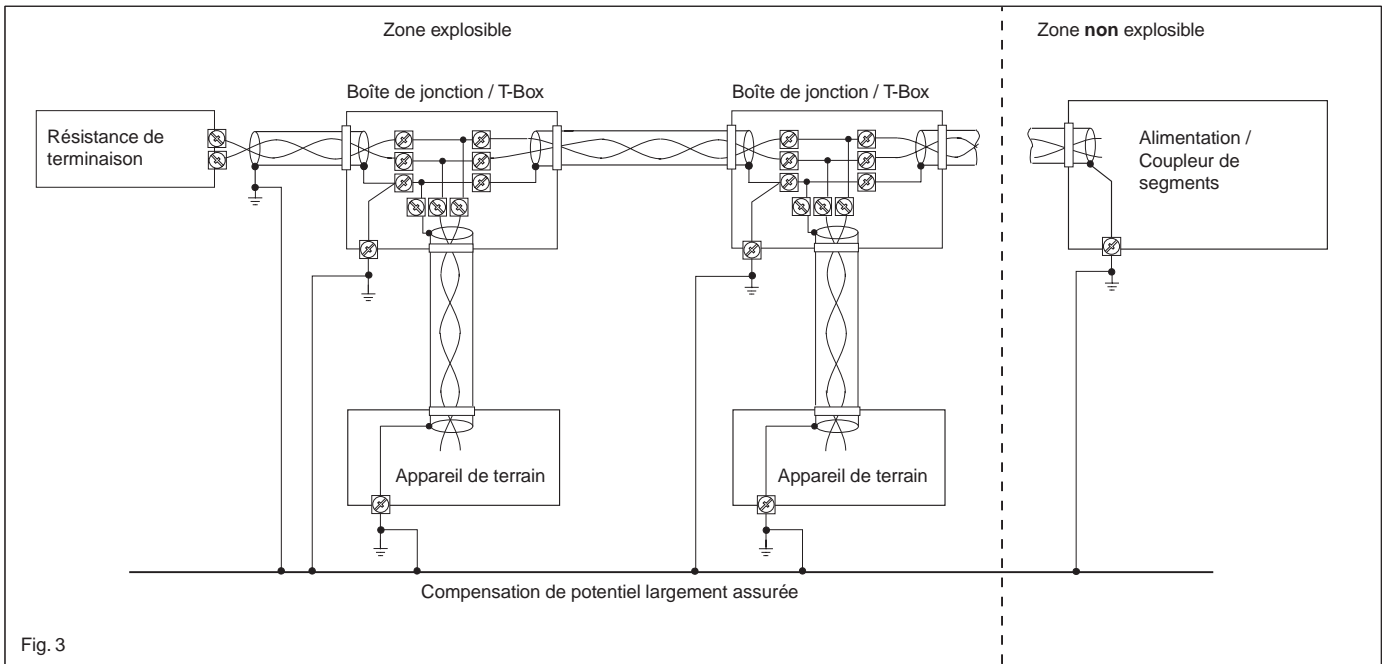

Fig. 3
- 5) For instructions on grounding the cable screening, see Figs. 3 and 4.
- 5) Mise à la terre du blindage voir fig. 3 ou 4.